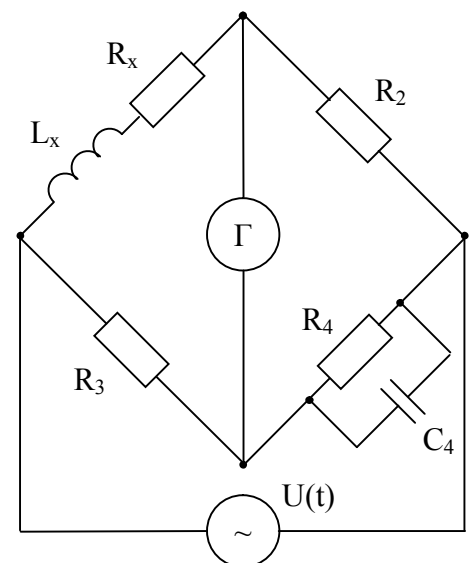

Рис. 3.
17. Мостовая цепь, изображенная на рис. 3, уравновешена. Определите R_x и L_x , если известно, что $R_2 = 100 \text{ Ом}$, $R_3 = 100 \text{ Ом}$, $C_4 = 1 \text{ мкФ}$, $R_4 = 1000 \text{ Ом}$.